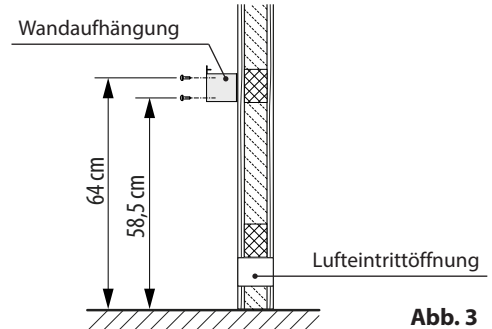

Abb. 3
1. Wandaufhängung gemäß Abb. 3 + 4 mittig über der Lufteintrittsöffnung mit den beige-fügten Spanplattenschrauben an der Kabinenwand festschrauben.